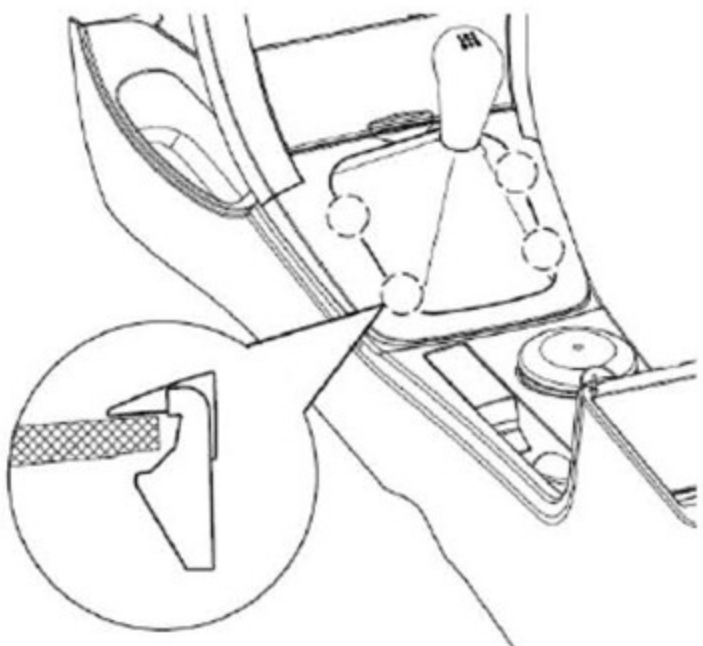

图6-2-2 换挡操纵机构盖板总成和防尘罩
- (3) 对于使用手动挡的车辆,将盖板总成从副仪表板上拆下后,还需将防尘罩从盖板上拆下,最后再小心拿下换挡操纵机构盖板。图6-2-2为换挡操纵机构盖板总成与防尘罩的四处配合结构。如图6-2-2所示;
- (4) 换挡操纵机构盖板总成的安装过程与以上拆卸顺序相反。